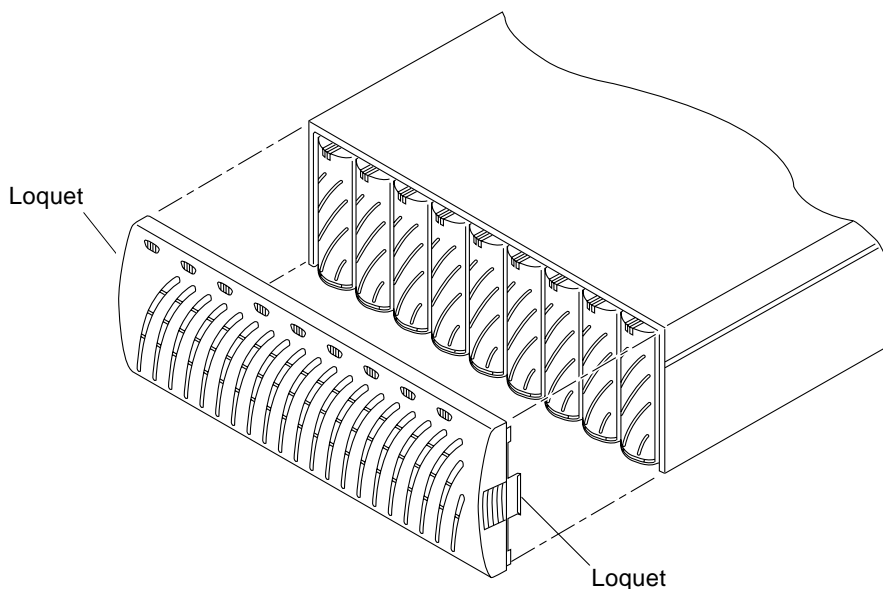

FIGURE 14-1 Retrait du panneau avant
2. Enlevez le panneau avant en appuyant sur les loquets latéraux (représentés FIGURE 14-1) et en tirant le panneau vers vous.